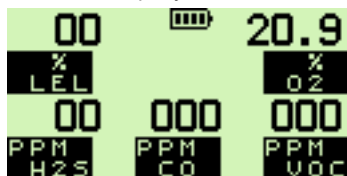

Рис. 3.9 Сбой проверки
- Если появляется сообщение “ZERO FAULT” и мигающий значок гаечного ключа, который перемежается с нулевым значением LEL для того или иного газа, как показано на рис. 3.9, то следует воспользоваться тестовым газом и проверить значение показаний, а затем выключить прибор и снова его включить.